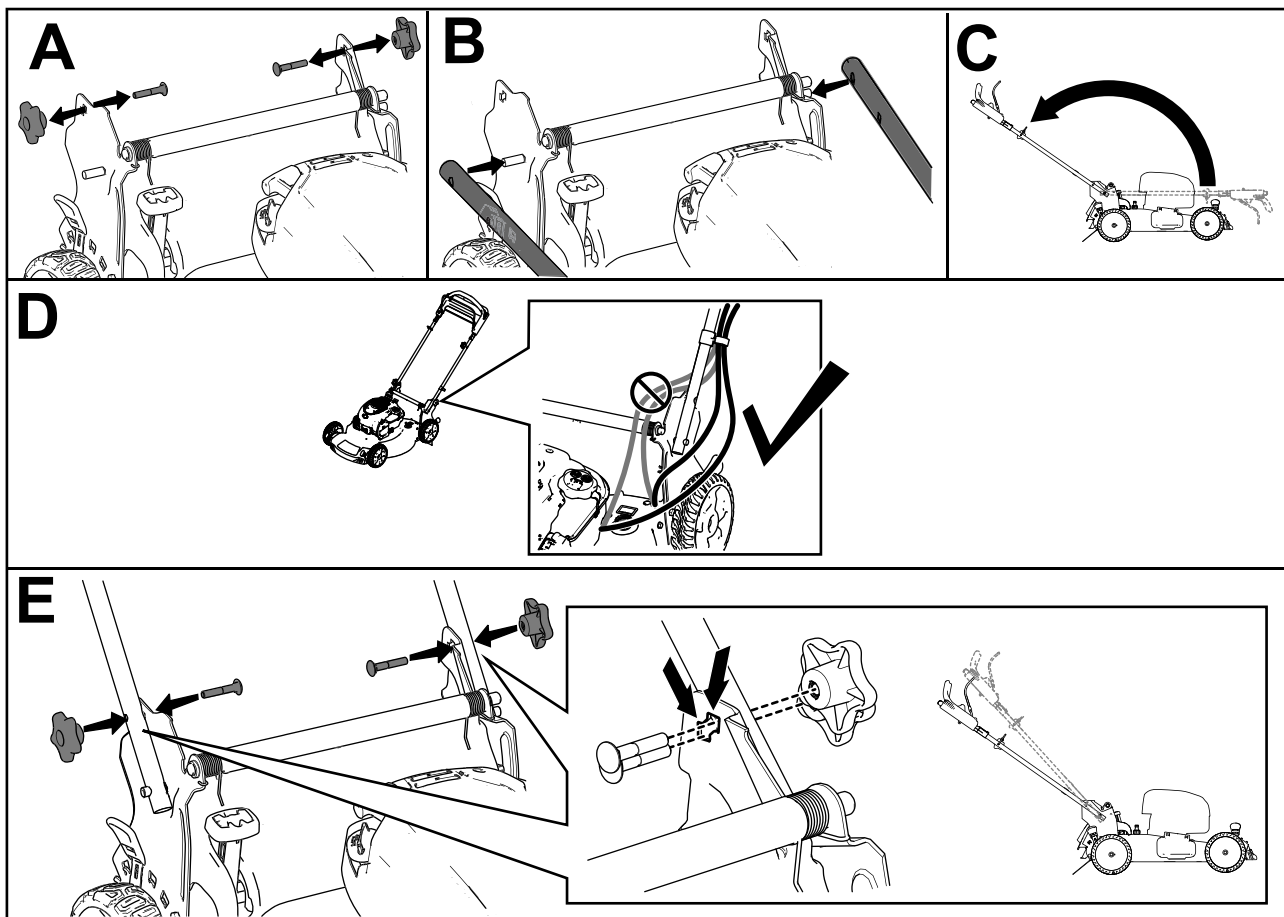

Bild 3
**Hinweis:** Stellen Sie sicher, dass die Kabel zur Außenseite des Holms verlegt sind und nicht eingeklemmt werden (D in Bild 3).